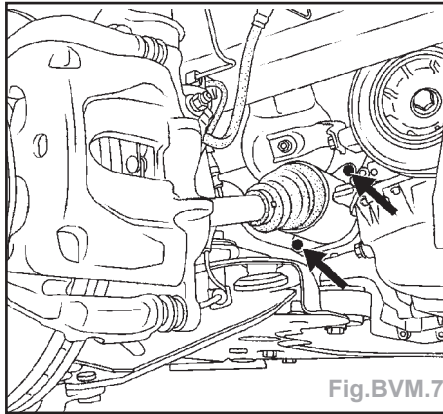

Fig.BVM.7
- les deux vis de palier (flèches) (Fig. BVM.7),